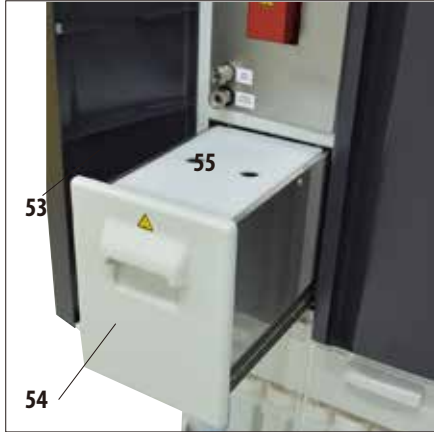

Fig. 37
- A estação de parafina (54) está localizada atrás da porta esquerda do aparelho (53) abaixo da retorta (Fig. 37). Ela garante que haja sempre parafina fresca, líquida e suficiente para os banhos de parafina. A capacidade é de 5,0 l de parafina líquida.